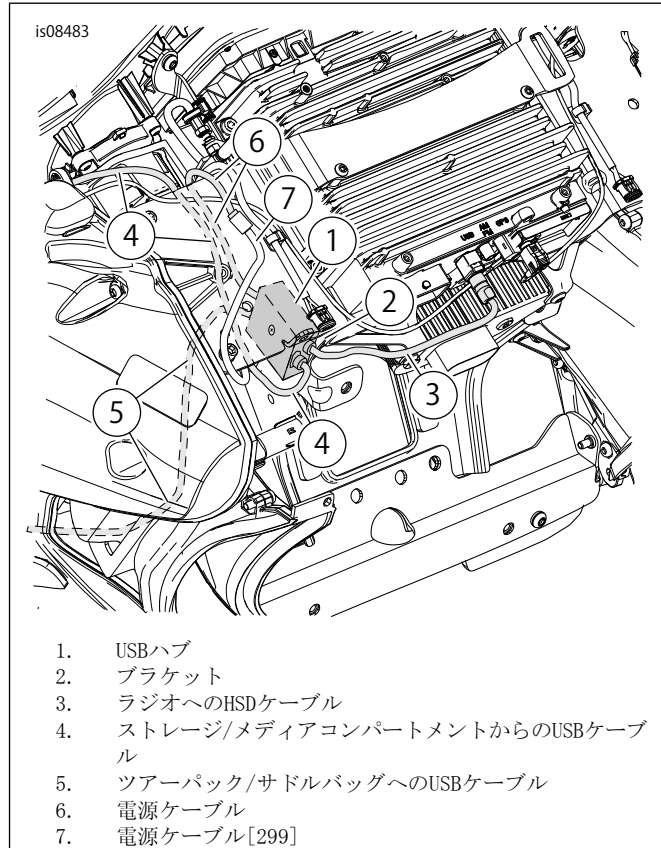

図4。USBハブの取り付けとケーブルの位置
2. 「図4」を参照してください。メディア/ストレージのUSBケーブル(4)を取り付け、図のようにUSBハブ(1)に接続します。